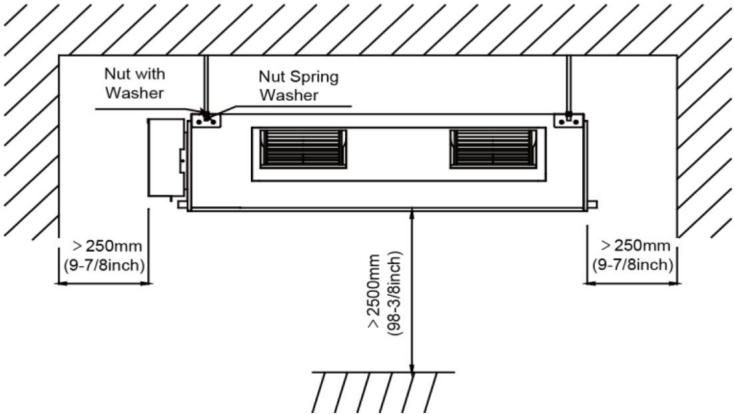

Рис. 3.1
- (1). Встановіть пристрій у місці, яке є достатньо міцним, щоб витримати вагу одиниця.
- (2). Отвори для входу та виходу повітря пристрою ніколи не повинні бути засміченими, щоб повітряний потік міг досягти кожного куточка кімнати.
- (3). Залиште простір для обслуговування навколо пристрою, як зазначено на рис. 3.1.